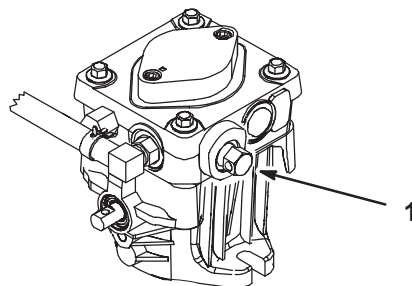

Figure 20
3. Tournez les vannes de dérivation d'un tour dans le sens anti-horaire pour pousser la machine. Cela permet au liquide hydraulique de contourner la pompe et aux roues de tourner (Fig. 20).
Vissez les vannes de dérivation pour utiliser la machine (Fig. 20).